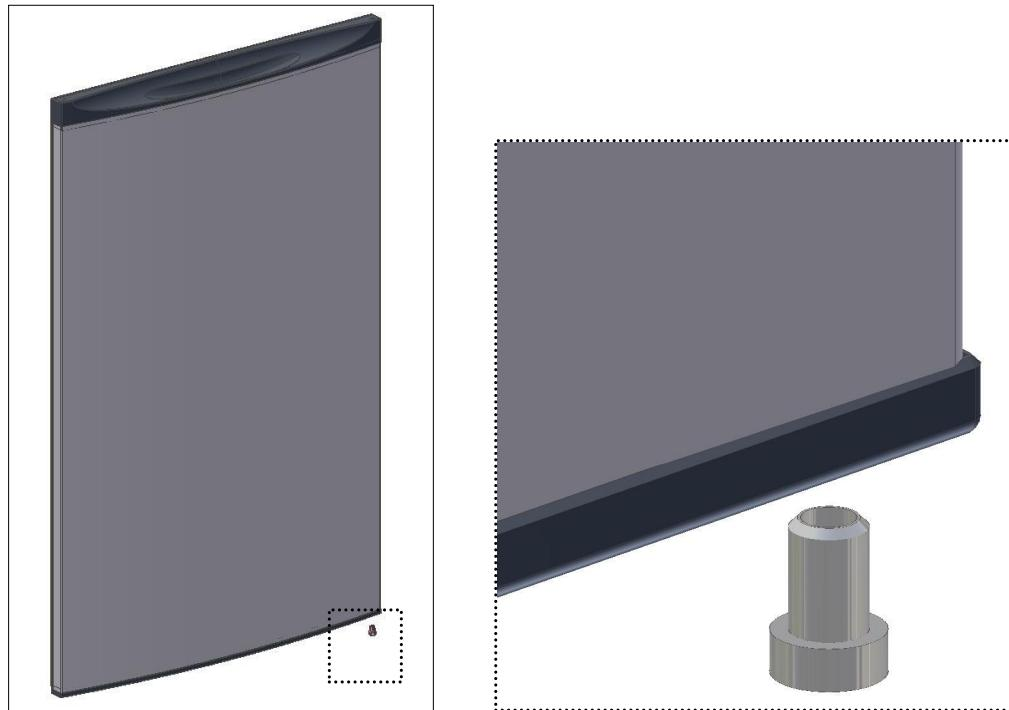

Fig. 8
- Colocar el **casquillo** en la parte inferior de la puerta (fig. 8);